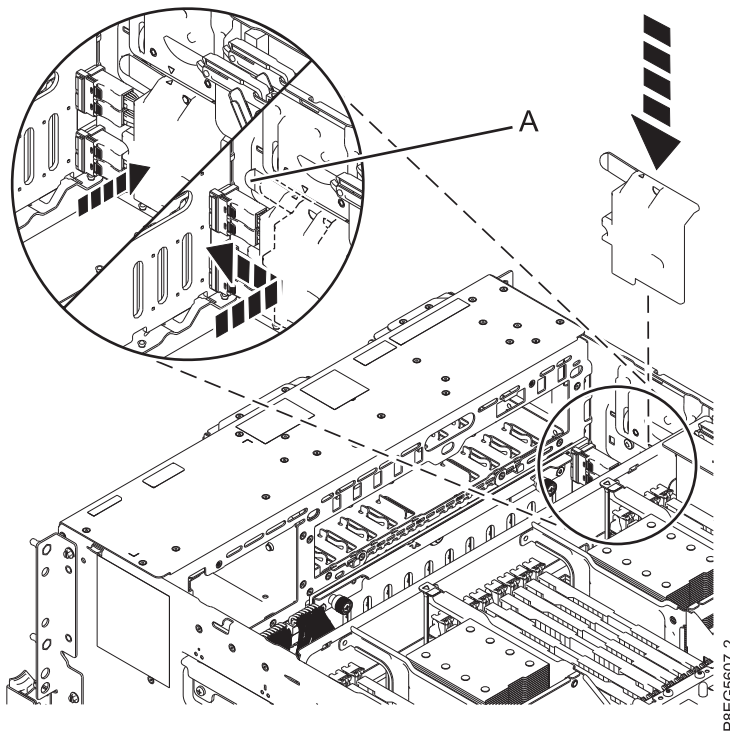

Abbildung 11. Austauschen der SAS-Kabelabdeckung
7. Tauschen Sie die SAS-Kabelabdeckung aus. Ordnen Sie die Aussparungen in der Abdeckung auf den Stiften an der Seite des Chassis an. Wenn die Aussparungen in der Abdeckung und die Stifte korrekt angeordnet sind, ist das Dreieck auf der SAS-Kabelabdeckung auf das Dreieck auf der Seite des Chassis ausgerichtet. Drücken Sie die Abdeckung zur Vorderseite des Systems, bis der Griff (A) einrastet. Siehe Abb. 11.